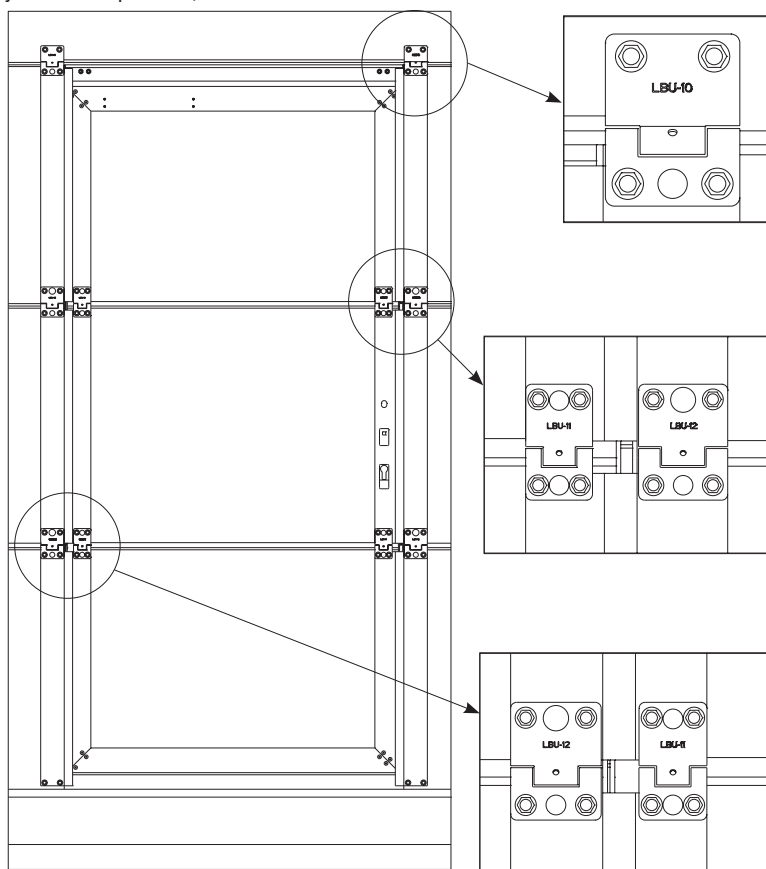

Рис. 35
- установить на обрамление калиточного проема и полотно калитки петли и закрепить их самонарезающими винтами 6,3x16. Расположение петель калитки указано на рис. 35;